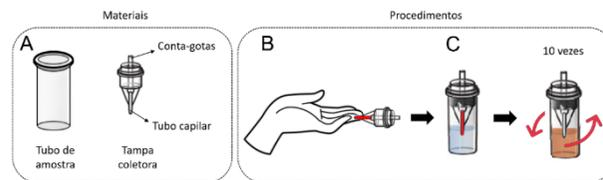

Figura 1. Representação dos materiais e procedimentos para coleta e preparo da amostra de sangue total.
- Em uma superfície plana e limpa, separar uma lanceta, o frasco de tampão de corrida, material para assepsia, um tubo de amostra e uma tampa coletora (Figura 1.A);
- Encostar a ponta do tubo capilar da tampa coletora na gota de sangue formada, na posição horizontal, sem pressionar contra a pele, até que o capilar seja totalmente preenchido com o sangue (Figura 1.B);
- Fechar o tubo de amostra com a tampa coletora (Figura 1.C). Certificar-se que esteja bem fechado, com a ponta do capilar
– Seguir os passos descritos no item 13.3.
– Em uma superfície plana e limpa, separar o frasco de tampão de corrida, uma micropipeta de 10 µL e ponteiros compatíveis, material para coleta por punção venosa e assepsia, um tubo de amostra e a tampa coletora (Figura 1.A);
– Realizar a coleta de sangue total por punção venosa, garantir seu armazenamento de acordo com a descrição no item 8.1;
– Fechar o tubo com a tampa coletora (Figura 1.C);